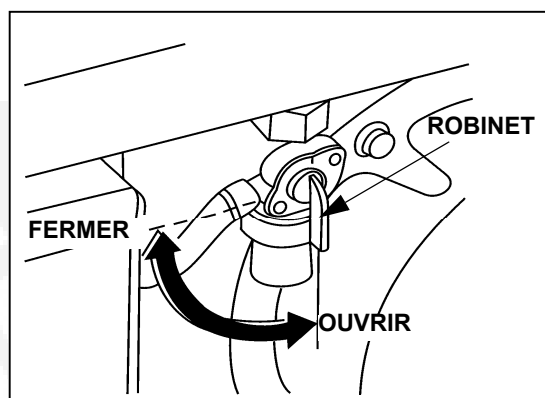

FIGURE 5. ROBINET DE CARBURANT
1. Ouvrir le robinet de carburant (Figure 5).